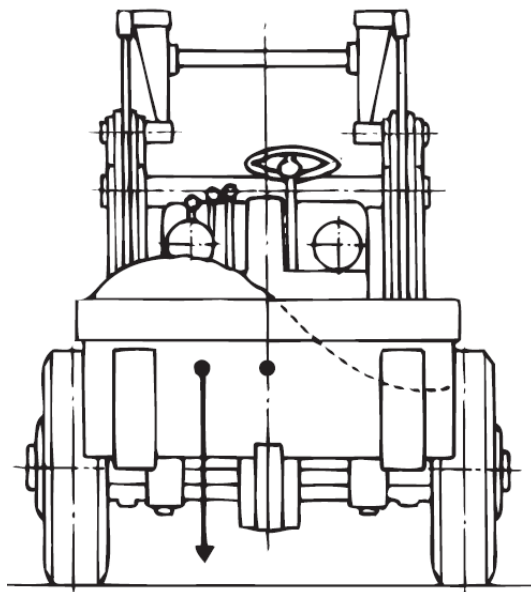

Figura 3-26 Excentricidad
③ Por más que cargue la cantidad regulada, así como ve en la figura 3-26, si carga excéntricamente y pierde el equilibrio en ambos lados del vehículo. Deberá cargar de forma que coincida el punto de apoyo como la figura de 3-27 del objeto con la parte del centro del vehículo.